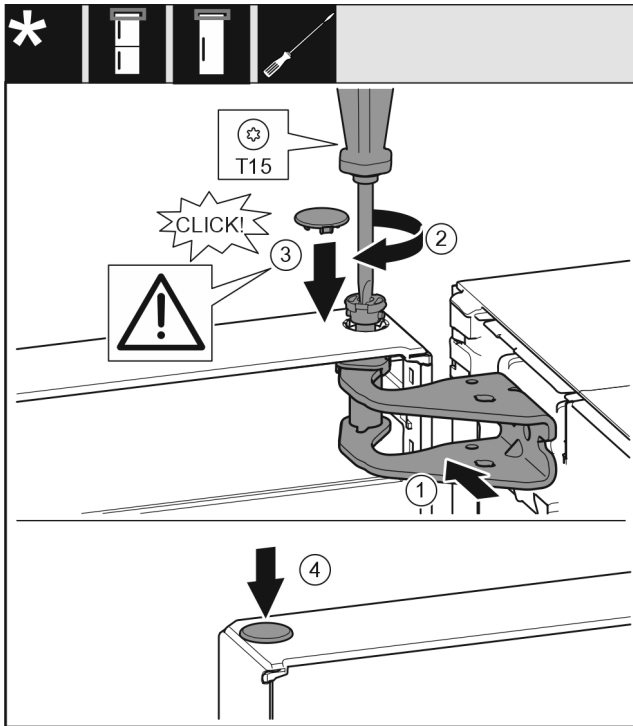

Fig. 20
- Tür oben zur Öffnung im Lagerbock ausrichten. Fig. 20 (1)
- Bolzen einsetzen und mit Schraubendreher T15 festschrauben. Fig. 20 (2)
- Sicherungsabdeckung zur Sicherung der Tür montieren: Sicherungsabdeckung einsetzen und Kontrollieren ob sie auf der Tür aufliegt. Ansonsten Bolzen vollständig einsetzen. Fig. 20 (3)
- Stopfen einsetzen. Fig. 20 (4)